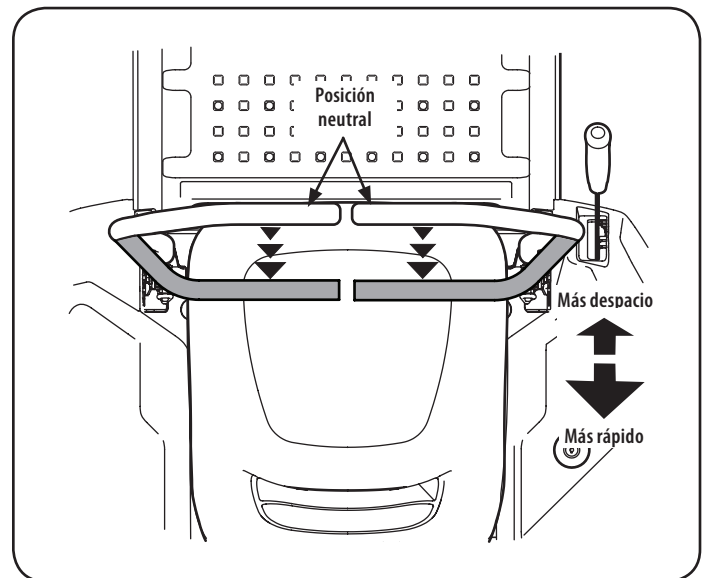

Figura 13
1. Mueva las dos palancas de control lenta y suavemente hacia atrás. El tractor cortacésped comenzará a moverse hacia atrás. Vea la Figura 13.